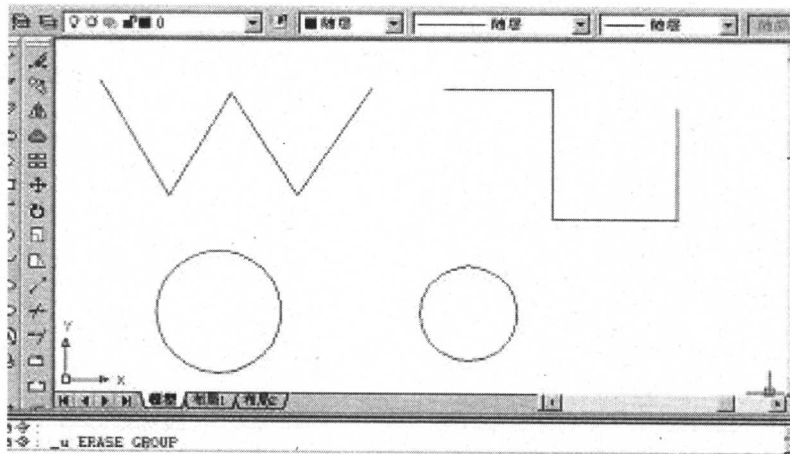

图 1-20 恢复被删除的对象
7. 单击【标准】工具栏的  按钮,被删除的对象又被恢复,结果如图 1-20 所示。